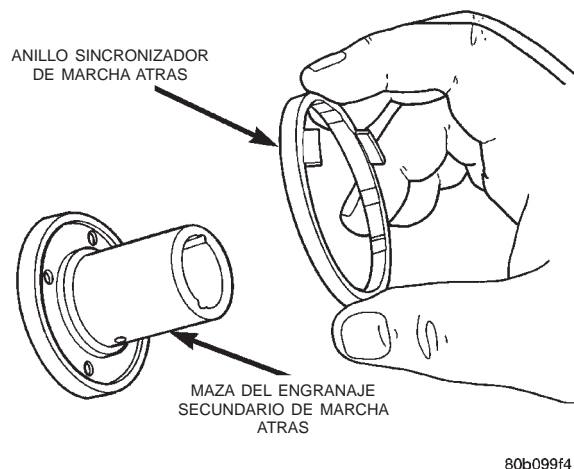

Fig. 118 Desmontaje del anillo sincronizador del engranaje secundario de marcha atrás
(4) Retire el anillo sincronizador del engranaje secundario de marcha atrás de la maza/pista de este engranaje (Fig. 118).